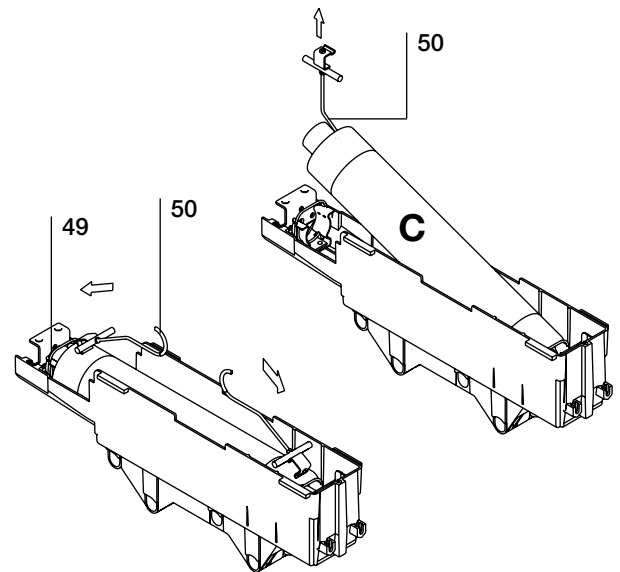

Fig. 15c
c) Smontaggio dei fusibili (fig. 15c)
c) Dismantling the fuses (fig. 15c)